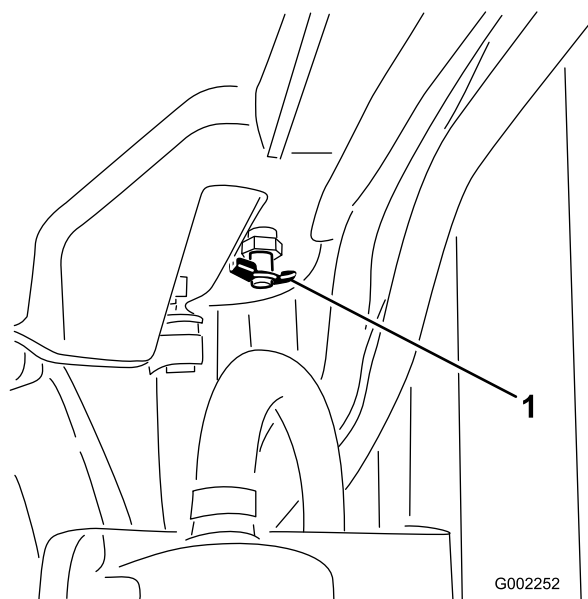

图 92
4. 打开排放阀将冷却液排到盘中图 92。
5. 关闭排放阀图 92。